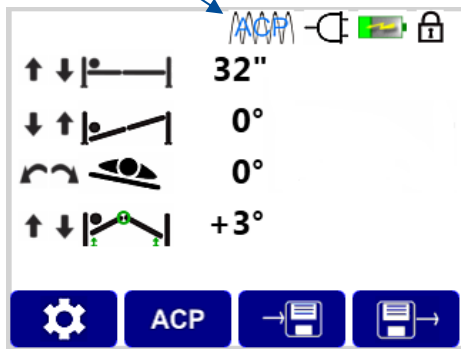
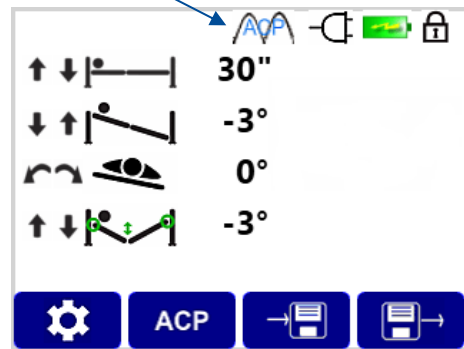

Abbildung 33: Schneller ACP-Zyklus ausgewählt
Abbildung 34: Langsamer ACP-Zyklus ausgewählt
2. Die Auswahl der gewünschten ACP-Einstellung kann anhand des entsprechenden, auf der IntelliPendant®-Anzeige (Abbildung 33 und Abbildung 34) erscheinenden Symbols visuell bestätigt werden.
- a. Der schnelle Zyklus wird durch das Symbol  ausgewiesen [1 Zyklus alle vier (4) Sekunden].
- b. Der langsame Zyklus wird durch das Symbol  ausgewiesen [1 Zyklus alle sechs (6) Sekunden].